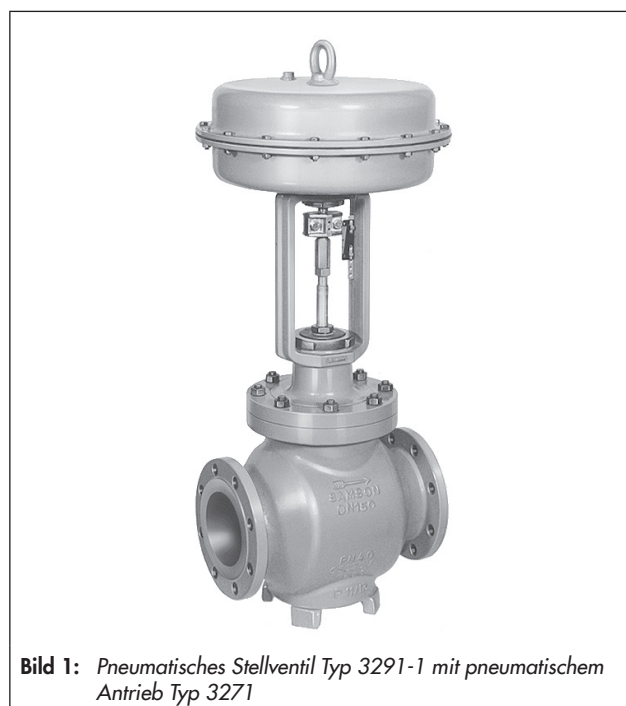

Bild 1: Pneumatisches Stellventil Typ 3291-1 mit pneumatischem Antrieb Typ 3271
Normalausführung (Bild 1) · Durchgangsventil für Temperaturen von 15 bis 430 °F (–10 bis +220 °C) · NPS ½ bis 8
- **Typ 3291-1** (Bild 1) · Ventil Typ 3291 und pneumatischer Antrieb Typ 3271 (vgl. Typenblätter ► T 8310-1 und ► T 8310-2)